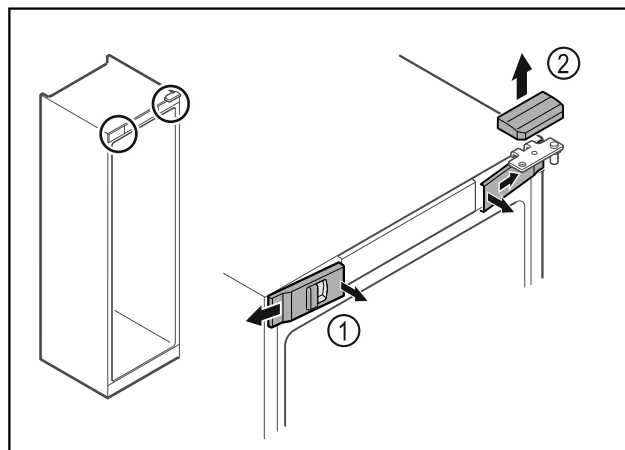

Fig. 17
- ▶ Izvadite prednje poklopce Fig. 17 (1) iznutra i skinite ih na stranu.
- ▶ Skinite gornji poklopac Fig. 17 (2) prema gore.